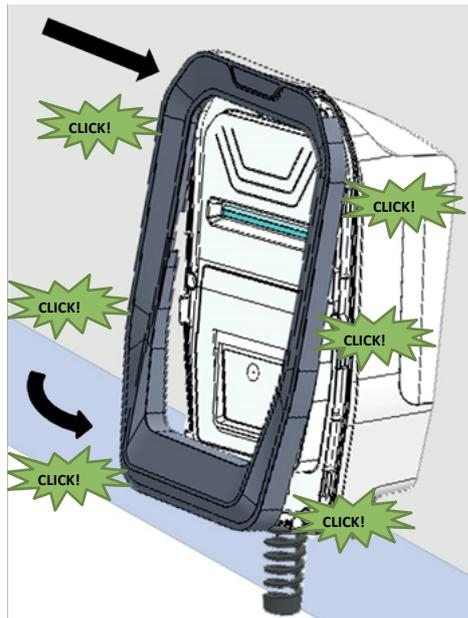

Figura 19: Cierre del equipo, paso 2.
2.- Ponga el embellecedor, desde la parte superior a la parte inferior de la caja, asegurándose de que haga clic en los seis puntos que se muestran en la **Figura 19**.